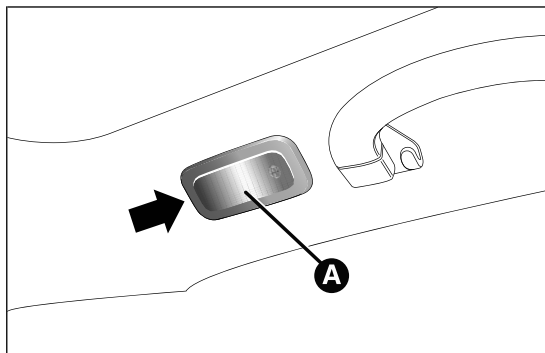

fig. 187
- ☐ presionar en el punto indicado por la flecha y retirar el plafón A fig. 187;
- ☐ volver a montar el plafón A fig. 187 introduciéndolo en su posición correcta, primero de un lado y, a continuación, presionando del otro hasta oír el "clic" de bloqueo.